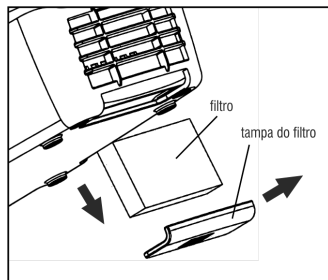

Fig. 10 – Substituição do filtro
- O usuário deve, frequentemente, verificar as condições do filtro que se encontra na lateral da máquina. A boa condição do filtro influencia diretamente no rendimento do equipamento. Para substituí-lo é simples, basta puxar a tampa do filtro e retirar o filtro conforme mostra a Fig. 10. Para instalar, coloque um novo filtro e feche a tampa do filtro.